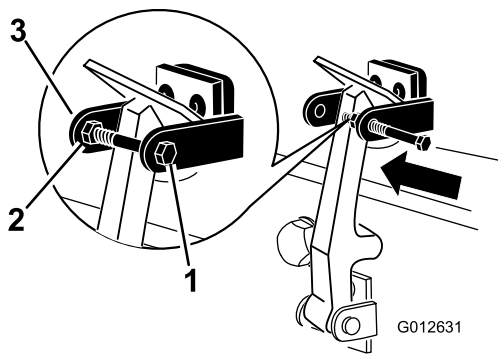

Рисунок 10
7. Вкрутите болт в другой рычаг стопорного кронштейна капота, чтобы зафиксировать защелку на месте (Рисунок 10). Надежно затяните болт, но не затягивайте гайку.